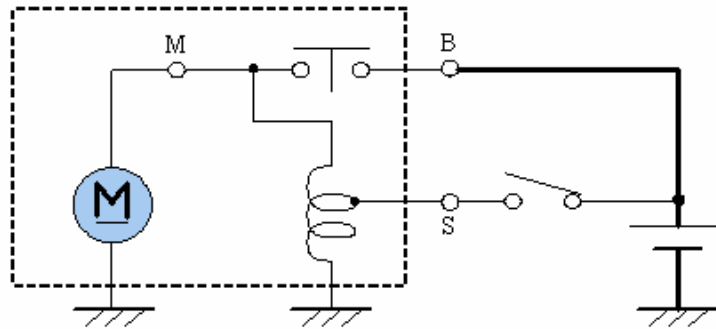

図 A.1 スタータリレー無し
A.1 端子記号の使用例 端子記号の使用例を、代表的な配線回路によって図 A.1～a.4 に示す。